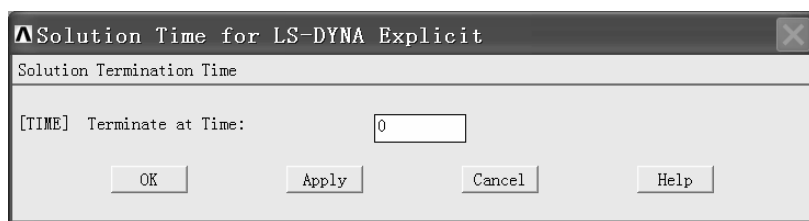

图 10-38 “Solution Time for LS-DYNA Explicit”窗口
(1) 依次选择 Main Menu>Preprocessor>Solution>Time Controls>Solution Time, 弹出“Solution Time for LS-DYNA Explicit”窗口(见图 10-38)。